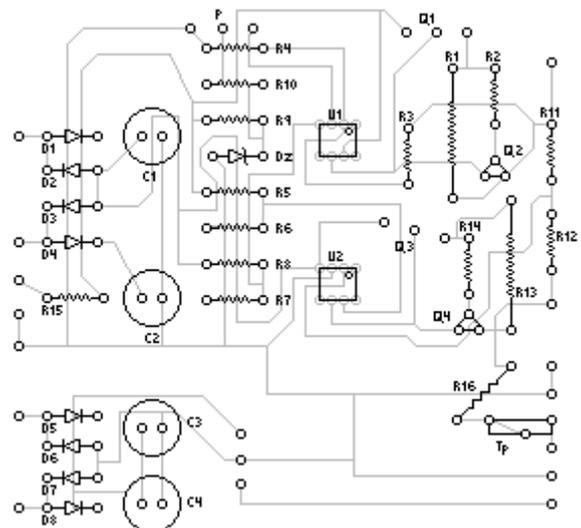

Figura 3 – Ambos os vegetais, colados, com as trilhas por baixo;
- No final, você terá, no papel vegetal de Baixo, um esboço da aparência final da placa com seus componentes e, no de Cima, o desenho das trilhas com os PADS. A Figura 3, mostra a superposição dos vegetais, agora, invertendo-se as posições (Observe que o papel que estava em cima agora está de baixo).
- A montagem mostrada na Figura 3, fazendo coincidir os PADs, serve para conferir as ligações de seu projeto;